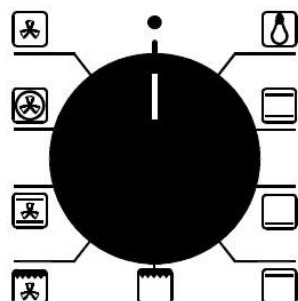

Fig.6
**Cottura tradizionale** - Mettere in funzione il forno. Ruotare la manopola del selettore funzioni (Fig.6) in corrispondenza del simbolo  e quella del termostato in corrispondenza della temperatura desiderata. Per avere una cottura differenziata sulla parte inferiore o superiore, ruotare la manopola del selettore funzioni in corrispondenza del simbolo  o del simbolo .